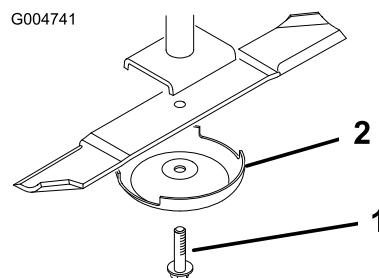

Figura 86
3. Retire o parafuso da lâmina, o recipiente antidanos e a lâmina do eixo (Figura 86).